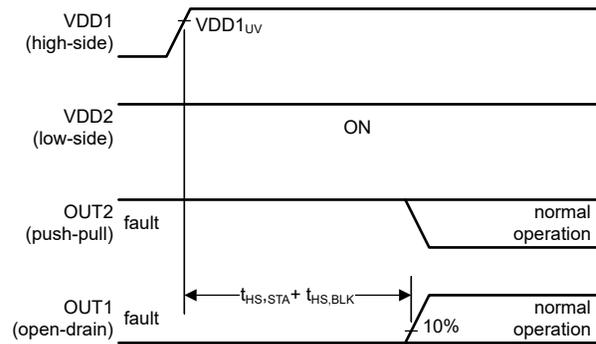

图 6-4. VDD2 保持开启; VDD1 开启 (长延迟)
在图 6-4 中, 高侧电源 (VDD1) 在低侧电源 (VDD2) 开启很长时间后开启。OUT1 最初处于低电平状态, 而 OUT2 处于高电平状态; 请参阅实例 (1)。在高侧电源启用后, 需要保持一段时间 ($t_{HS,STA} + t_{HS,BLK}$), 器件才会正常运行, 并且输出会反映比较器的当前状态。